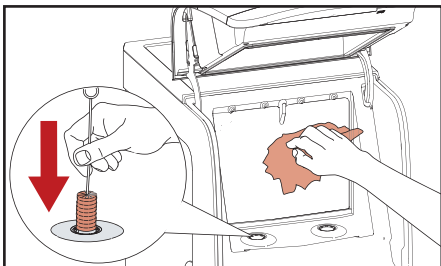

Abb. 5.9 – Kühlfach reinigen
4. Reinigen Sie zuerst die Dosieröffnung des Kühlfaches mit einer in Reinigungsmittel getauchten Bürste (Abb. 5.9). Wischen Sie die Dosieröffnung mit einem sauberen Tuch intensiv trocken. Reinigen Sie danach gründlich das Kühlfach mit